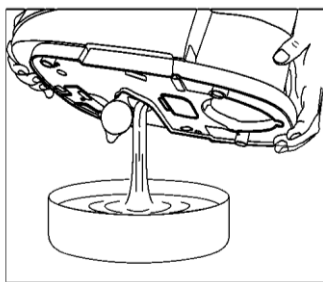

Рис. 9
12. Не прикасайтесь к поверхностям приборов и их нагревательным элементам во время приготовления (рис. 9,10). При работе поверхности нагреваются. Держите детей на безопасном расстоянии. Есть риск возникновения ожогов.